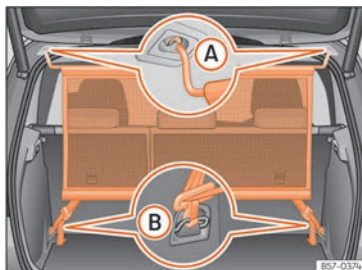

Abb. 128 Trennwand eingebaut.
- Netztrennwand in der linken Aufnahme am Dach einhängen »» **Abb. 128 (A)**. Darauf achten, dass die Querstange über die obere Position hinaus nach unten gezogen wird.
- Netztrennwand in der rechten Aufnahme am Dach durch Zusammendrücken der Querstange einhängen »» **Abb. 128 (A)**.
- Beide Haltehaken der Netztrennwand in die vorderen Verzurrösen im Gepäckraum »» **Abb. 128 (B)** einhängen und die Gurte fest spannen.